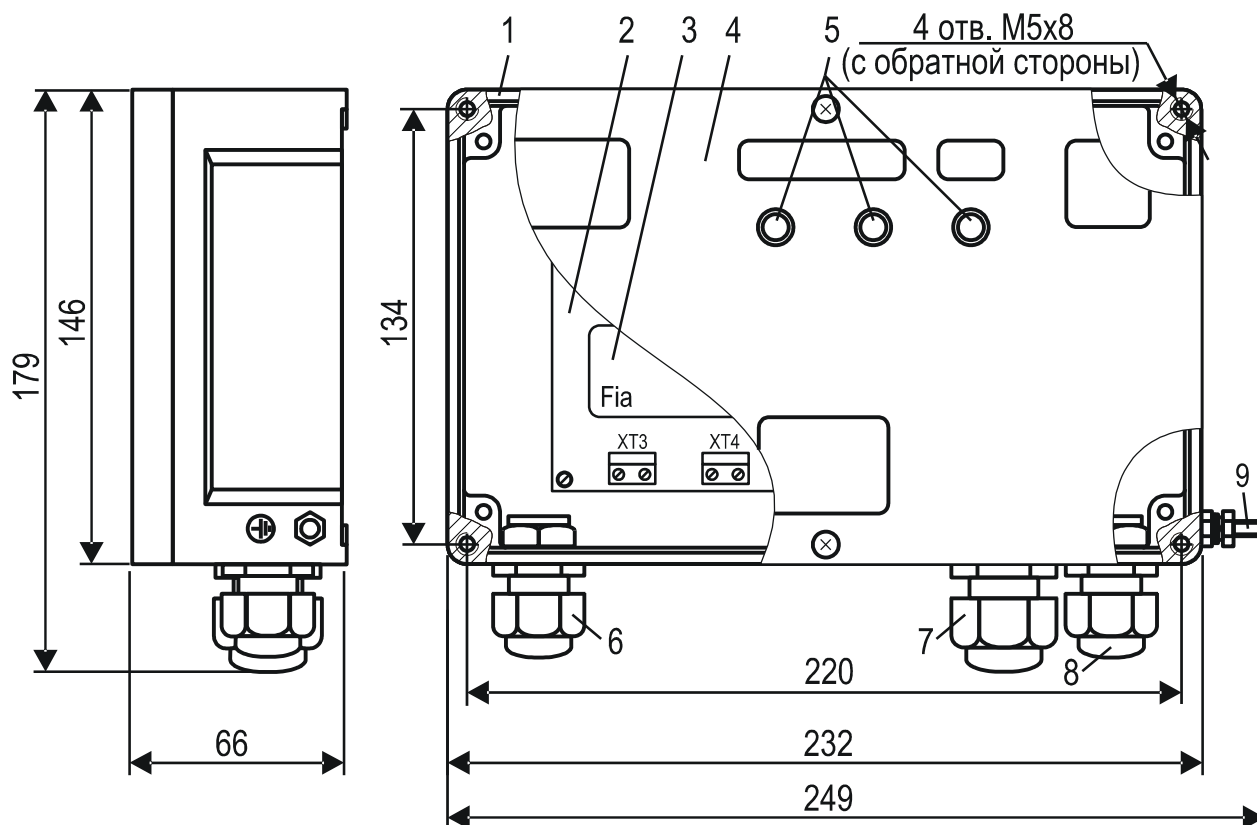

Рисунок 1 - Внешний вид, габаритные и присоединительные размеры вторичного преобразователя
3.1 Вторичный преобразователь (рисунок 1) состоит из корпуса 1, крышки 4, и электронного модуля 2. Для подключения заземляющего проводника служит зажим заземления 9 (зажим ЗШ-С-5х25-1 ГОСТ 21130-75), снабженный знаком “⚡”. На крышке располо-